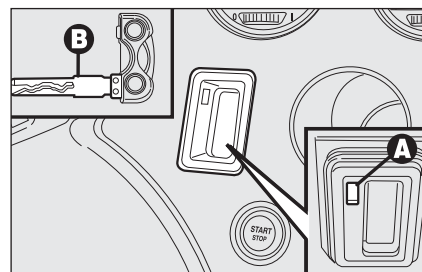

fig. 1
- ☐ inserire l’inserto metallico **B-fig. 1** della chiave elettronica nella fessura **A**;
**AVVERTENZA** Non introdurre nella fessura **A-fig. 1** oggetti diversi dall’inserto metallico **B** della chiave elettronica.